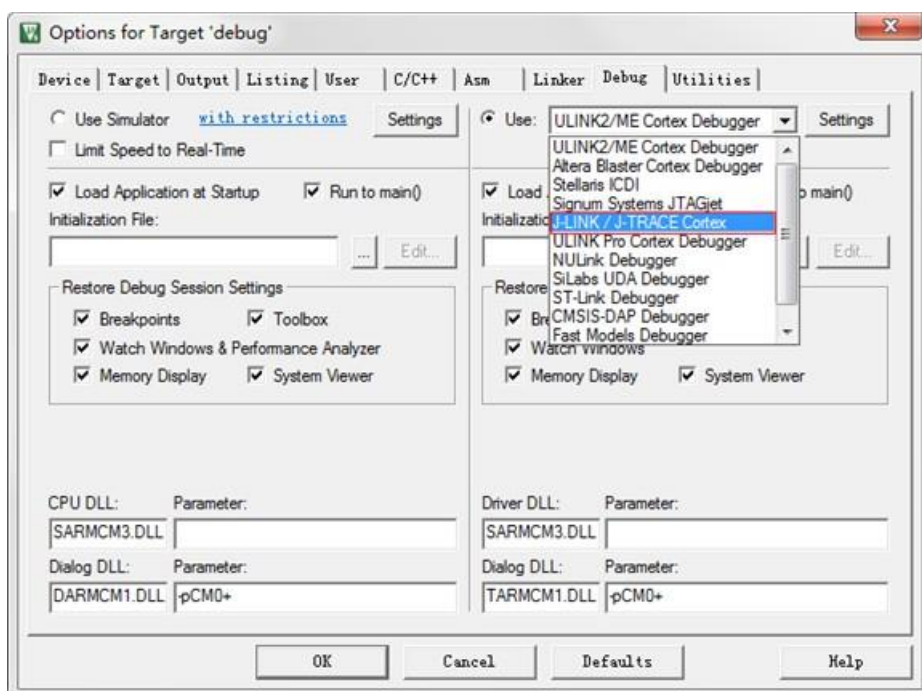

图 4.18 选用 J-LINK/J-TRACE Cortex 进行仿真
- (2) 如使用 J-Link 仿真器，在下拉框中选择 **【J-LINK/J-TRACE Cortex】**，如图 4.18 所示。